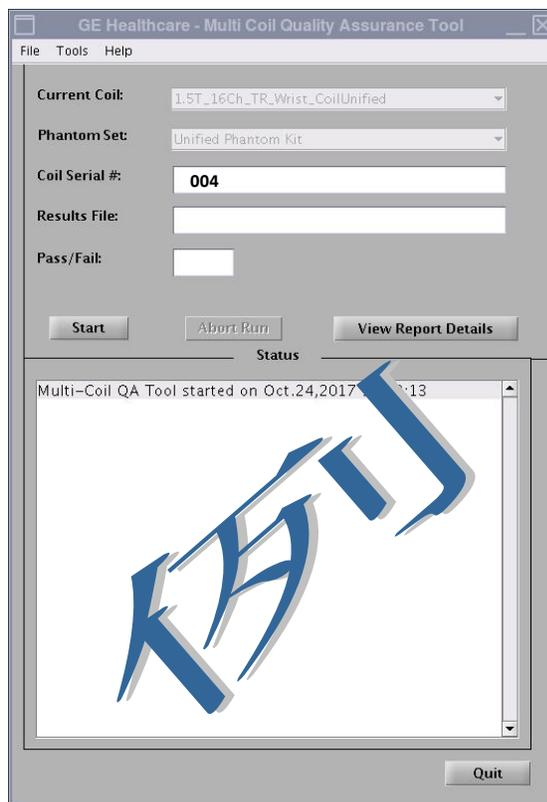

図 3
LPCA に接続したコイルのコイル ID に基づいて、現在のコイルフィールドが自動的に表示されます (図 3)。[Coil Serial #] (コイルシリアル番号) フィールドに試験するコイルのシリアル番号を入力します。
2. 図 3 に示すように、[Start] (開始) をクリックして自動試験を開始します。試験位置の数 (コイルの複雑性) により異なりますが、試験には 3~5 分かかります。